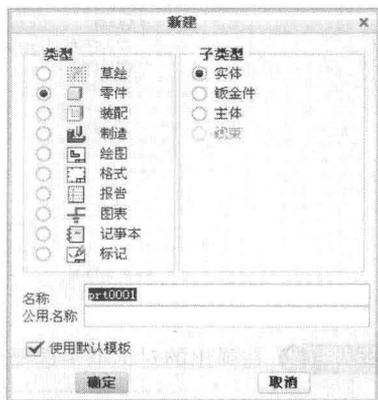

图 1-5 【新建】对话框
步骤 ① 单击快速访问工具栏中的  【新建】按钮，会弹出【新建】对话框，如图 1-5 所示。